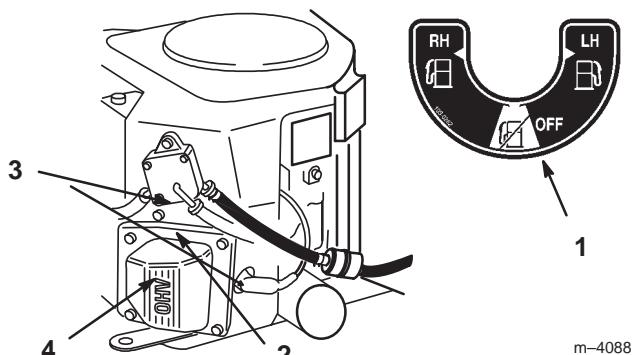

Figure 37
5. Posez un filtre neuf et rapprochez les colliers de fixation du filtre (Fig. 37).
2. Fermez le robinet d'arrivée de carburant (Fig. 37).
3. Desserrez le collier de serrage au niveau du filtre à carburant et repoussez-le le long de la conduite d'alimentation pour l'éloigner du filtre (Fig. 37).
4. Débranchez la conduite d'alimentation du filtre (Fig. 37).
5. Ouvrez le robinet d'arrivée de carburant des réservoirs gauche et droit, et laissez le carburant s'écouler dans un bidon ou un bac de vidange (Fig. 37).
6. Raccordez la conduite d'alimentation au filtre. Rapprochez le collier de serrage du filtre pour fixer la conduite d'alimentation (Fig. 37).